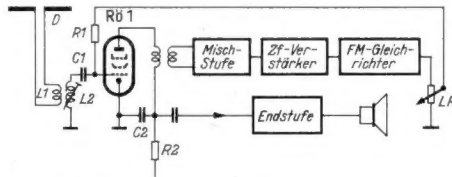

Bild 2. Prinzip der Hf-Nf-Reflexschaltung
2. **Hf- (bzw. Zf-) Nf-Reflexschaltungen.** Hier wird nach Bild 2 die Röhre R0 1 gleichzeitig als UKW-Vorstufe und als Nf-Stufe verwendet. Ihrem Steuergitter wird zunächst die Empfangsspannung über den Eingangskreis L 1 und L 2 zugeführt. Sie verstärkt diese UKW-Spannung und leitet sie an die Mischstufe weiter. Darauf folgt ein Zf-Verstärker und ein FM-Gleichrichter. Die von diesem Gleichrichter abgegebene Nf-Spannung wird über den Lautstärkenregler LR und den Siebwiderstand R 1 wieder dem Steuergitter der Röhre R0 1 zugeführt. Im Anodenkreis dieser Röhre wird an dem Widerstand R 2 die verstärkte Nf-Spannung abgegriffen und schließlich dem Gitter der Endröhre zugeführt. Die Kondensatoren C 1 und C 2 dienen zur Trennung des UKW- bzw. Nf-Bandes. — In ähnlicher Weise kann man eine Zf-Röhre zur Nf-Verstärkung heranziehen.
In Bild 2 wurde bereits das Prinzipschaltbild einer solchen Schaltung dargestellt. Auch hier kann eine Selbsterregung auftreten. Der Vorgang ist dabei folgender: